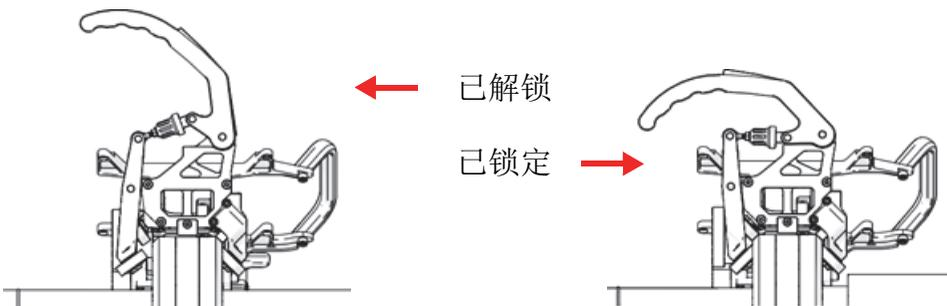

图1-32 环形带夹钳杆位置
2. 确保环形带夹钳杆处于解锁位置（参见第48页的图1-32）。